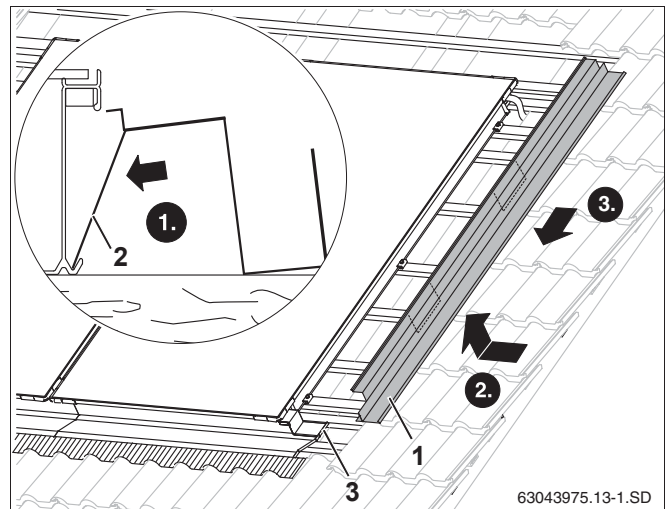

Рис. 49 Установка правого бокового накладного листа
▶ Нужно установить опорные листы (рис. 49, **поз. 2**) в нижнюю кромку коллектора.
- ▶ Вставьте боковые накладные листы справа и слева (рис. 49, **поз. 1**) верхней кромкой в паз коллектора и задвиньте на нижний накладной лист.
- ▶ Для лучшей фиксации сожмите перехлест обоих листов (рис. 49, **поз. 3**).